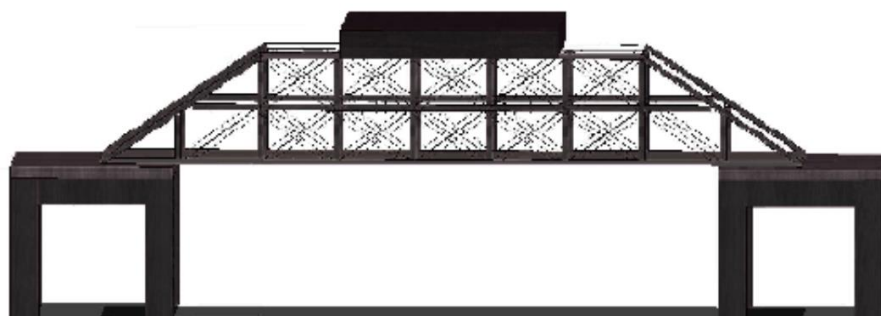

Figura 4 - Desenho esquemático meramente ilustrativo do dispositivo que será usado para ruptura
7.1 A carga deve ser aplicada na porção central do banzo superior da ponte, conforme mostra a Figura 4.